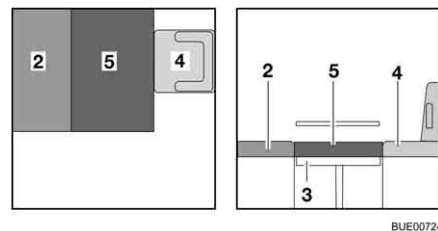

Fig. 122 Después de la transformación
- Colocar el cojín adicional (Fig. 122,5) en la mesa.
- De ser necesario, volver a empujar el asiento del conductor (Fig. 122,4) hacia atrás.